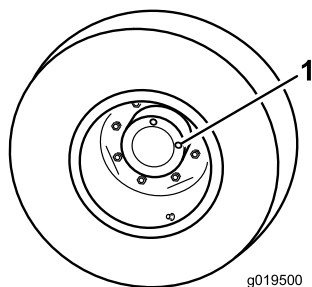

図 66
1. 水平な床面で、点検プラグ 図 66 の1つが時計の12時を指し、もうひとつが3時を指すようにマシンを駐車する。
2. 3時の位置にあるプラグを外す 図 66。オイルが点検穴の下ふちまであれば適正である。